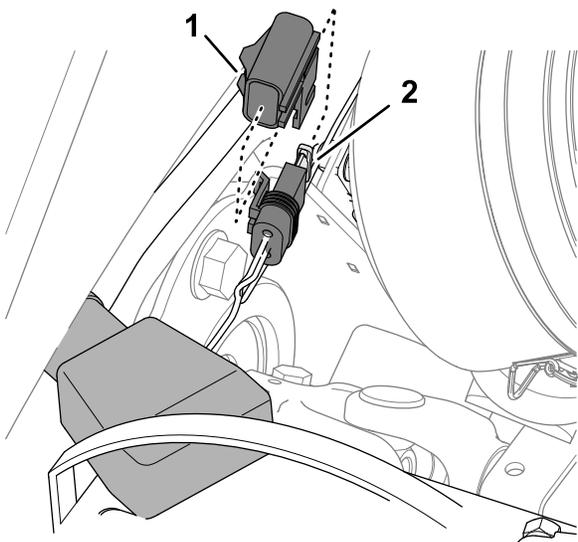

Figure 99
3. Localisez le porte-fusibles en ligne situé vers l'intérieur par rapport à la batterie (Figure 99).